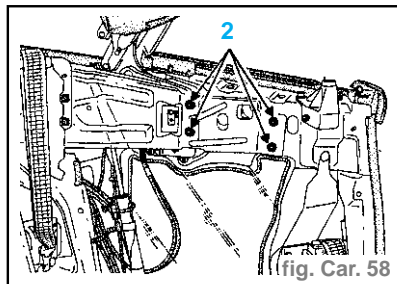

fig. Car. 58
- Déposer (fig. Car. 58) :
- les vis (2) de fixation avant de la traverse de liaison,